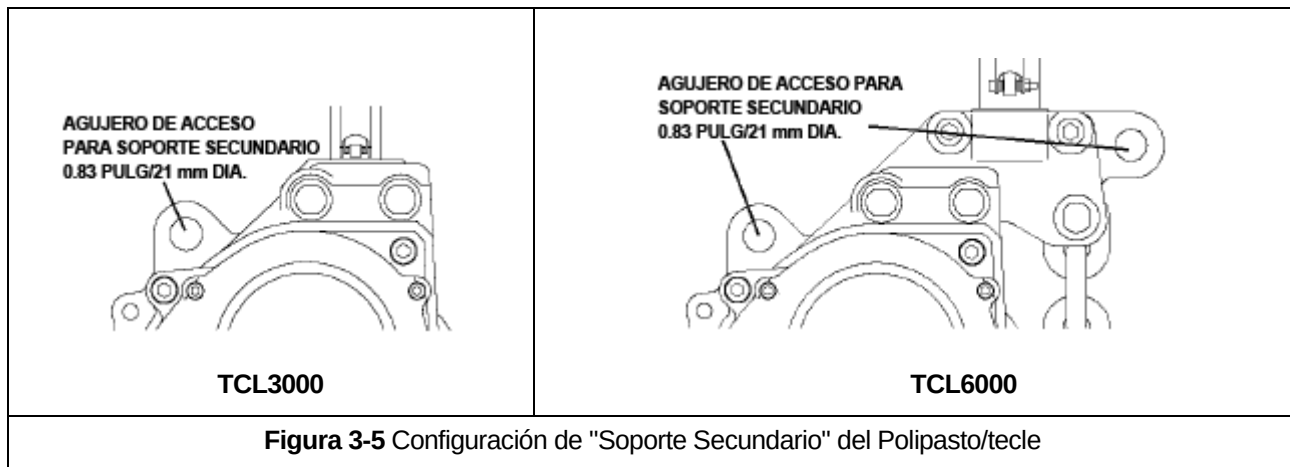

Figura 3-5 Configuración de "Soporte Secundario" del Polipasto/tecle
- 3.8.1 Para aplicaciones que requieren un "Soporte secundario", se ha proporcionado una ubicación de fijación de soporte en el yugo de polipasto/tecle del gancho superior / Cuerpo del polipasto/tecle. Referencia Figura 3-5.